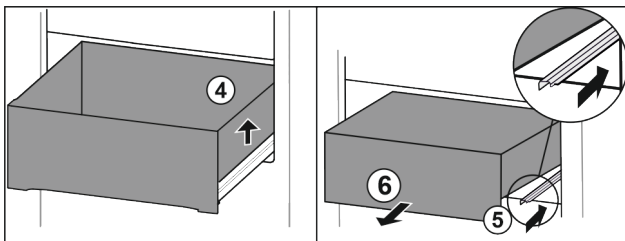

Fig. 69
- ▶ Levante el cajón por la derecha. Fig. 69 (4)
- ▶ Retraiga la guía derecha. Fig. 69 (5)
- ▶ Extraiga el cajón hacia adelante. Fig. 69 (6)